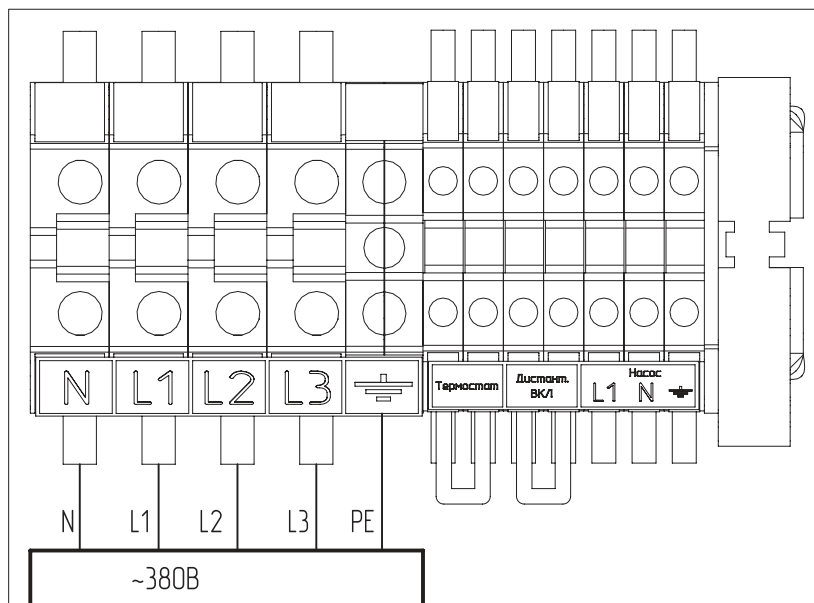

Рис.6 Схема подключения котла к трехфазной сети 380 В
- Присоедините рабочий нулевой провод на клемму нейтраль (N) котла;
- Для сети трехфазного переменного тока 380 В присоедините фазные провода на клеммы L1, L2, L3 колодок (см. **Рис.6**);